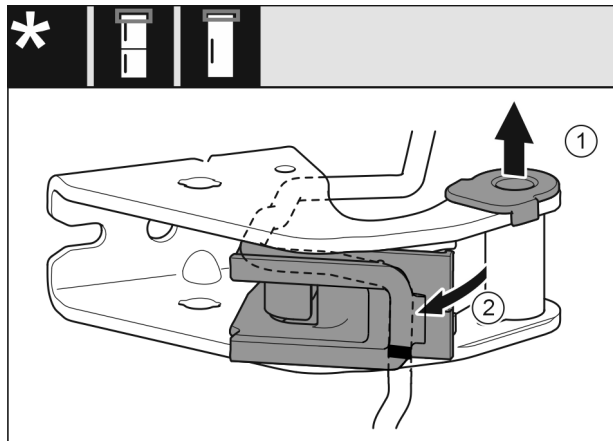

Fig. 26
- ▶ Extrageți cuzinetul din ghidaj. *Fig. 26 (1)*
- ▶ Rabataţi în exterior suportul de cablu. Fig. 26 (2)